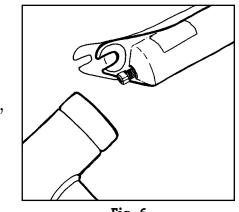

Fig. 6
6. Allentare parzialmente le viti sul fondo del fodero con una chiave esagonale da 5 mm, picchiare con decisione le viti con un mazzuolo liberando le aste dal fodero (vedere Fig. 6) e togliere completamente le viti. Quando si tolgono le viti, l'olio contenuto nel sistema HydraCoil uscirà dal fondo del gruppo foderi. Usare l'apposito recipiente per raccogliere l'olio.